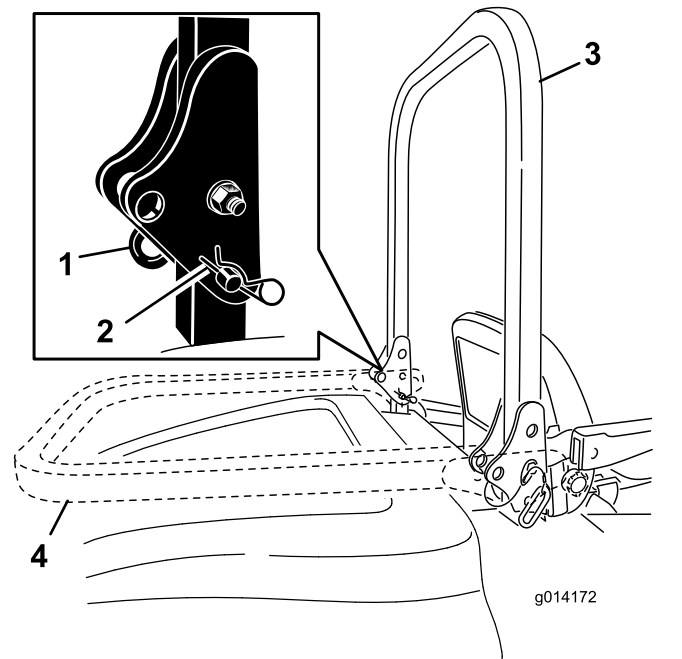

Figura 20
2. Retire las 2 chavetas y retire los 2 pasadores (Figura 20).
3. Eleve la barra antivuelco a la posición vertical (Figura 20).
4. Sujete la barra antivuelco con los 2 pasadores y las 2 chavetas (Figura 20).
1. Retire las chavetas, empuje la barra antivuelco hacia adelante contra los muelles, y retire los 2 pasadores (Figura 20).
2. Baje la barra antivuelco (Figura 20).
3. Instale los 2 pasadores en las placas de giro y sujete los pasadores con las 2 chavetas (Figura 20).